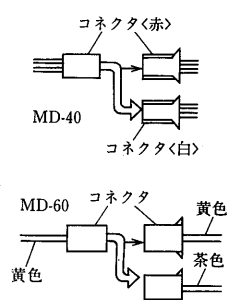

図2
②40TF1-F<L>, 60TF1-F<L>形を50Hzでご使用いただく場合、図2の通り電気品箱にてコネクターを差し替えてください。
(II)ダクトは一端が凸形状、他端が凹形状となっており、凸部と凹部を時計方向に回転させながらはめ込むことにより接続することができます。〈図2〉